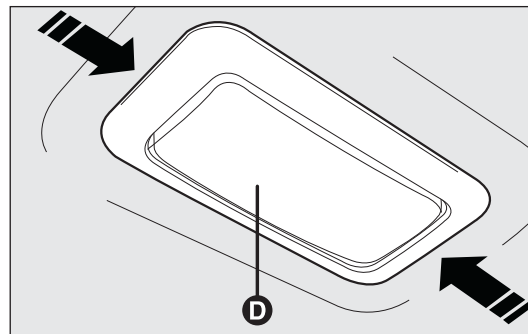
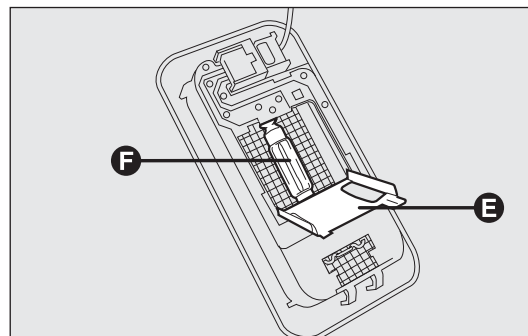

fig. 182
fig. 183
- agire nei punti indicati dalle frecce e rimuovere la plafoniera D-fig. 182;
- aprire lo sportellino di protezione E-fig. 183;
- sostituire la lampada F-fig. 183 svincolandola dai contatti laterali accertandosi che la nuova lampada risulti correttamente bloccata tra i contatti stessi;
- chiudere lo sportellino di protezione E-fig. 183 e reinserire la plafoniera D-fig. 182 nel proprio alloggiamento accertandosi dell'avvenuto bloccaggio.